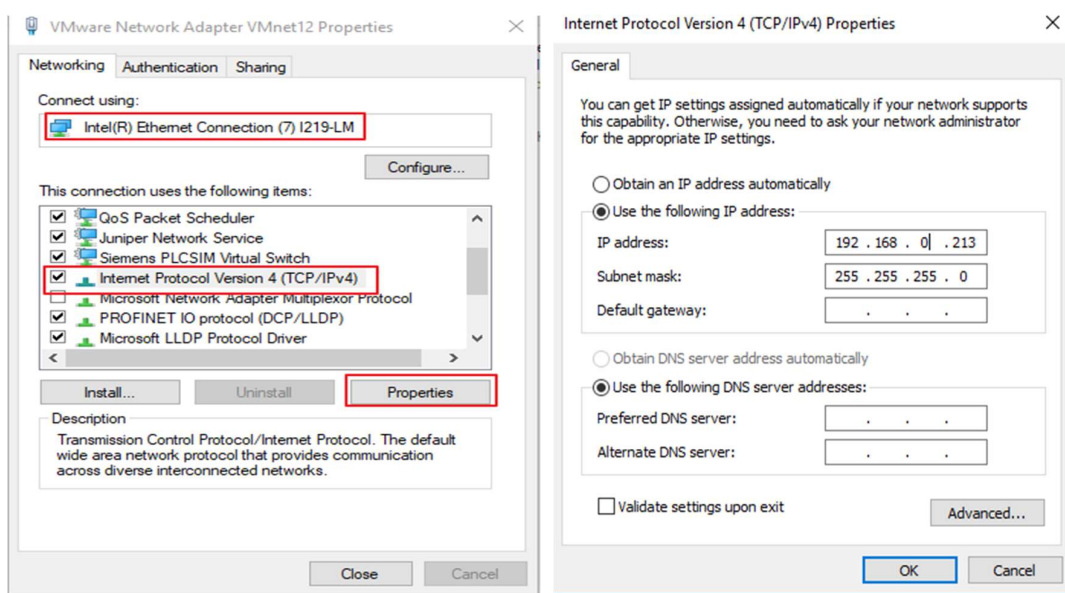

图 11. 设置本地网卡与 PLCSIM Adv. 实例同一网段
在安装有 TIA Portal 的电脑(PC2)内以太网卡设置页面，找到与 PC1 连接的网卡如图 11 所示，此例中此网卡名为“Intel(R) Ethernet Connection (7) I219-LM”（注意不同的电脑的网卡名字可能不同）的网卡适配器的属性界面，修改其 IP 地址与 PLCSIM Adv. 的 PLC 实例为同一网段。此时通过 PC2 内的“ping 192.168.0.1”命令可以成功得到 PC1 内 PLC 实例的回复。